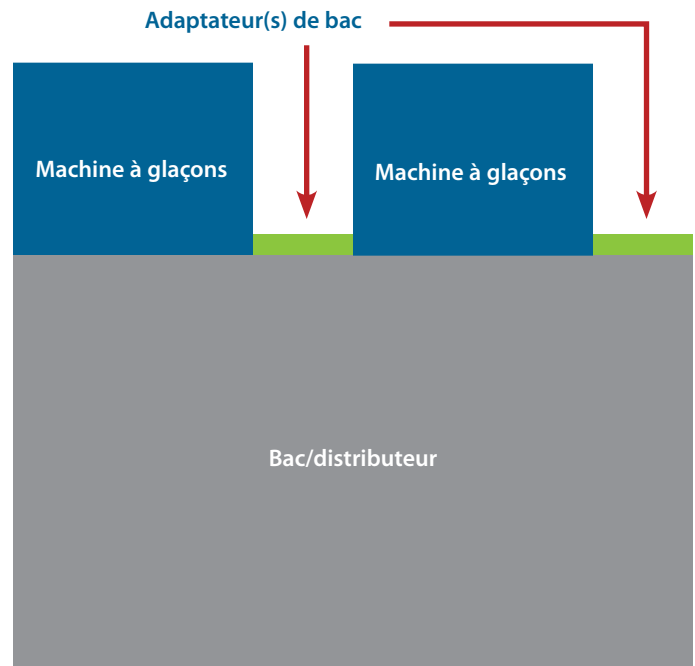

Figure 6. Machines TCIM installées des deux côtés du bac/distributeur.
- Machines TCIM des deux côtés (configuration 2 ; voir fig. 6)